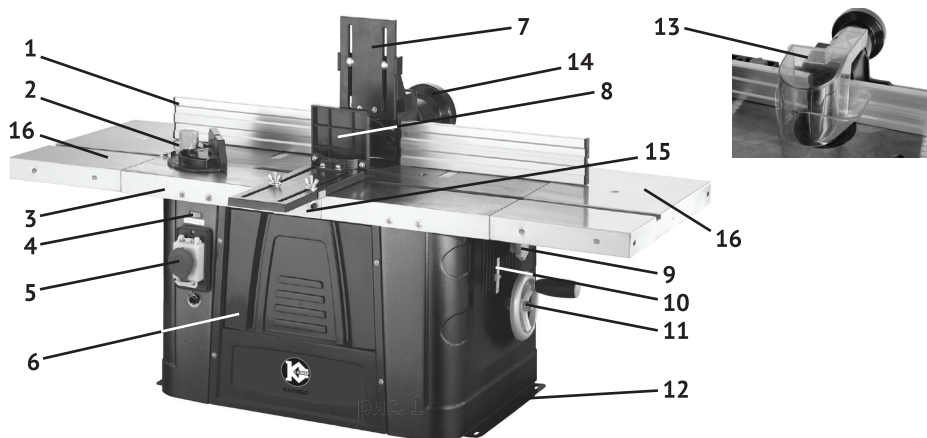
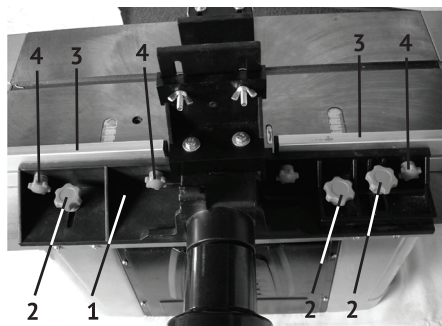

Рис. 1
Рис. 2
Общий вид фрезера схематично представлен на рис.1
6.3 Установите фрезер на ровной поверхности и зафиксируйте основание винтами с помощью крепёжных отверстий (рис. 1 поз. 12)
6.4 С помощью винтов, установите боковую прижимную пластину (рис. 1 поз. 8) и угловой упор (рис. 1 поз. 2). Для установки боковой прижимной пластины (рис. 1 поз. 8) используется планка (рис. 1 поз. 15).
6.5 На противоположной стороне, установите основную прижимную пластину (рис. 2 поз. 1). С помощью винтов (рис. 2 поз. 2) происходит фиксация и регулировка основной пластины.
6.6 На основную пластину (рис. 2 поз. 1) устанавливается верхняя прижимная пластина (рис. 1 поз. 7) или защитная крышка шпинделя (рис. 1 поз. 13)
6.7 Далее на основную пластину (рис. 2 поз. 1) устанавливается параллельная направляющая (рис. 2 поз. 3), состоящая из 2 частей, и фиксируется винтами (рис. 2 поз 4).
6.8 Перед запуском фрезера всегда надевайте и закрывайте защитную крышку шпинделя (рис.1 поз. 13) или верхнюю прижимную пластину (рис.1 поз. 7) в зависимости от вида работ. Фиксация происходит с помощью винтов.
6.8 Для удаления опилок из зоны пиления пылесос присоединяется к адаптеру для пылесоса (рис. 1 поз. 14).
- Высота шпинделя регулируется с помощью маховика (поз. 11 рис. 1), расположенного на боковой части фрезера. После установки в необходимое положение, шпиндель фиксируется фиксатором (поз. 9 рис. 1). Для измерения высоты используется линейка (поз. 10 рис. 1).
- параллельная направляющая (поз. 1 рис. 1) служит для фрезерования кромок и канавок параллельно с ними, на определённом расстоянии;
- после выставления необходимого расстояния параллельная направляющая фиксируется винтами (рис. 2 поз 4);
Для обработки длинных и громоздких деталей установите дополнительные столы с обеих сторон (рис. 1 поз. 16)